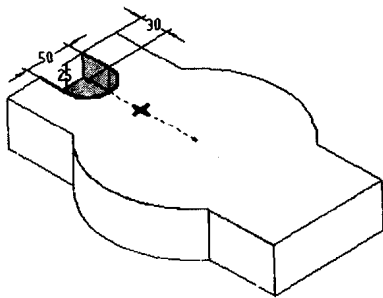

图 1-19 除料特征
(3)添加一个“25mm”深的除料特征, 如图 1-19 所示。